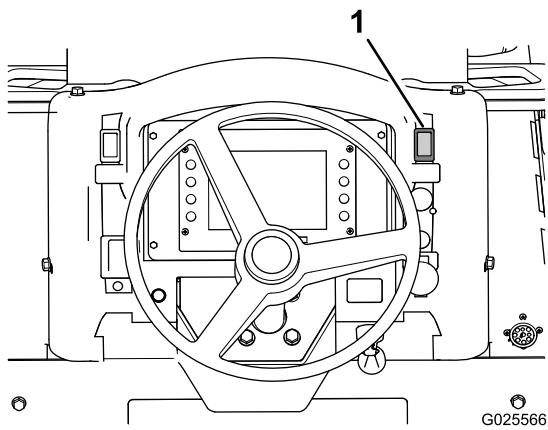

Рисунок 39
- Нажмите переключатель стояночного тормоза (Рисунок 39) вверх, чтобы включить стояночный тормоз.